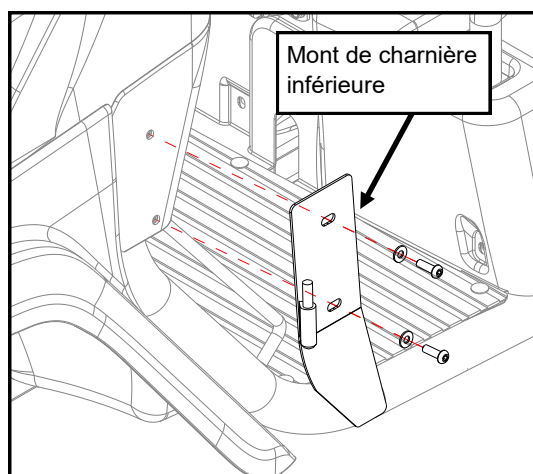

Fig. 7
7. Installez le mont gauche de charnière inférieure au véhicule en utilisant (2) vis de capuchon de tête de bouton M8 et rondelles en acier, comme indiqué. Laisser le doigt serré. (voir fig. 7)